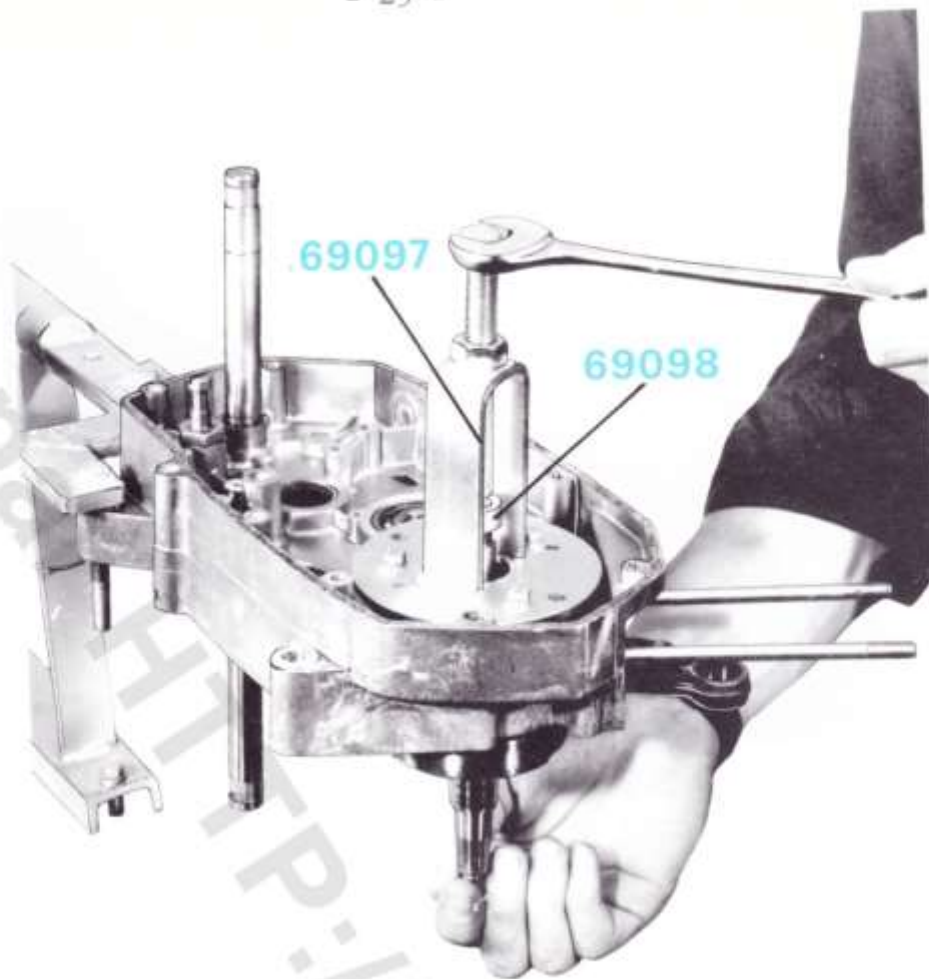

Figure 29
- Visser la vis de l'outil n° 69097 jusqu'à l'extraction complète de l'embiellage (figure 29).